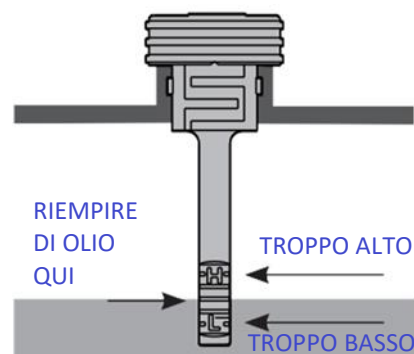

Fig. 4
- Inserire l'astina di livello nel foro di riempimento dell'olio per controllare il livello dell'olio; aggiungere olio motore fresco se il livello è inferiore alla quantità consigliata, ma non riempire eccessivamente. Vedere la Fig. 4 per maggiori informazioni.